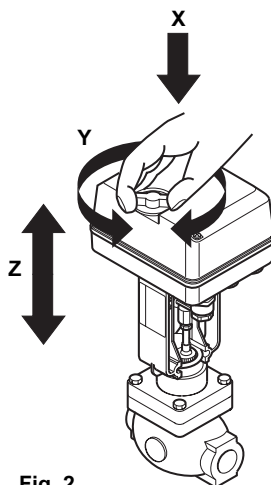

Fig. 2
Los modelos con resorte SE o SR, tienen el volante debajo de la tapa. (Ver Figura 31 en Sección 4.1). Apretando el volante (X) y girando en el sentido deseado (Y) hará que se mueva el vástago (Z) (ver Fig. 2).